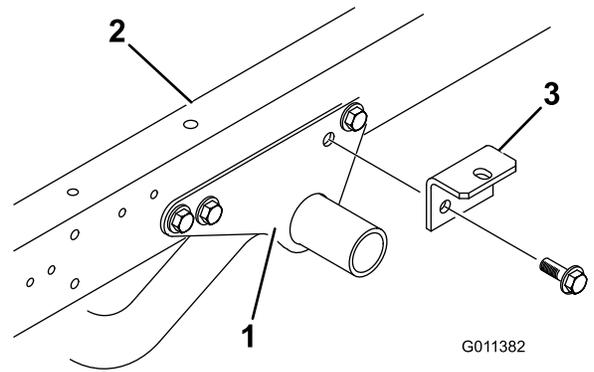

図 5
1. エンジンフレーム取り付けブラケットを車両の左右のフレームに固定しているフランジヘッドキャップスクリュ（2本）とフランジロックナットを取り外す（図 5）。
2. 各エンジンフレーム取り付けブラケットと車両フレームにアタッチメントブラケットを仮止めする；先ほど取り外したフランジヘッドキャップスクリュ（2本）とフランジロックナットを使用する（図 5）。